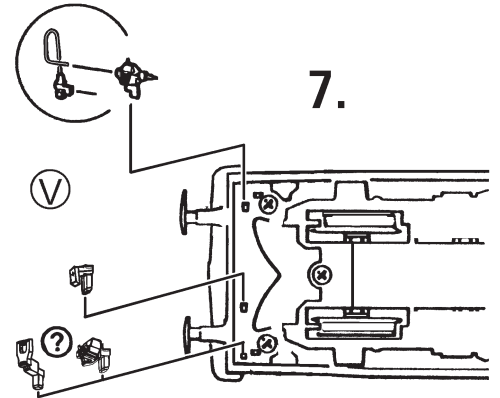

Fig. 4
**3. Change of traction tyre:** Remove the gear cover (fig. 4). Take out **wheel set** and remove **traction tyre** using a pin or a fine screwdriver (fig. 8). When pressing on the new traction tyre please **avoid twisting it**.
**3. Échange des bandages d'adhérence:** Démontez d'abord **le couvercle du carter des engrenages** des engrenages (fig. 4). Délogez ensuite les essieux bandagés et enlevez, à l'aide d'une aiguille ou d'un tourne-vis fin, les bandages d'adhérence (fig. 8). Lors du montage des nouveaux bandages veuillez veiller à ce que les bandages **ne soient pas tordues**.